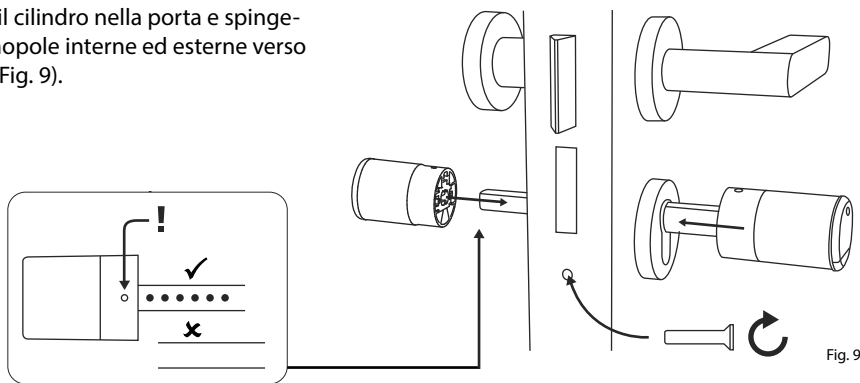

Fig. 9
- ⑥ Avvitare il cilindro nella porta e spingere le manopole interne ed esterne verso la porta (Fig. 9).